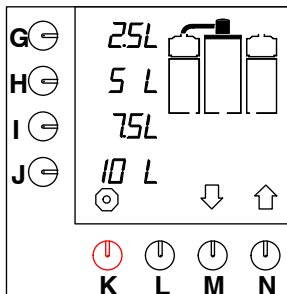

Fig. 6 Startskärm
- Lampan i strömbrytaren tänds. Standard-möjligheterna visas på displayen (fig. 6).